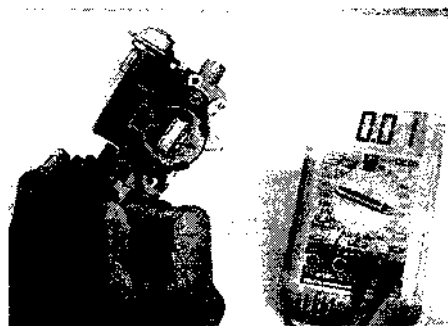

Рис. 13.47. При помощи омметра измерьте сопротивление между клеммами клапана регулировки оборотов холостого хода
- 47 Измерьте сопротивление между двумя клеммами (см. рис. 13.47). Сравните результат с Техническими данными.